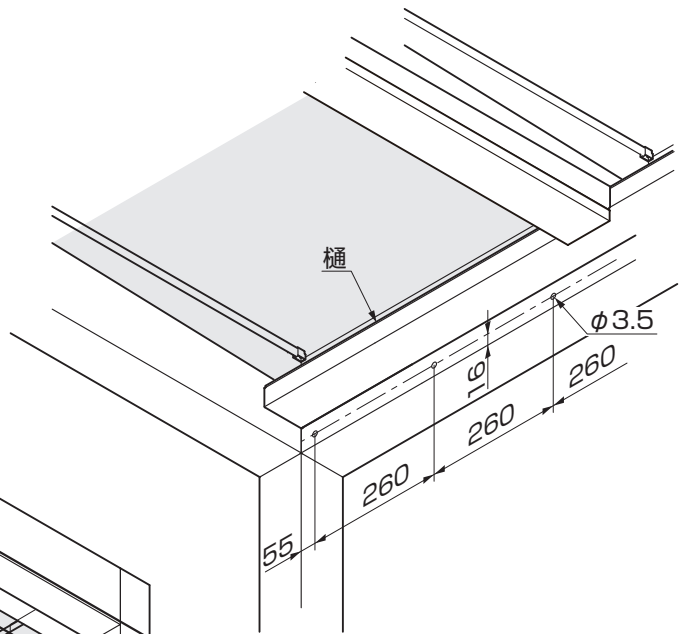
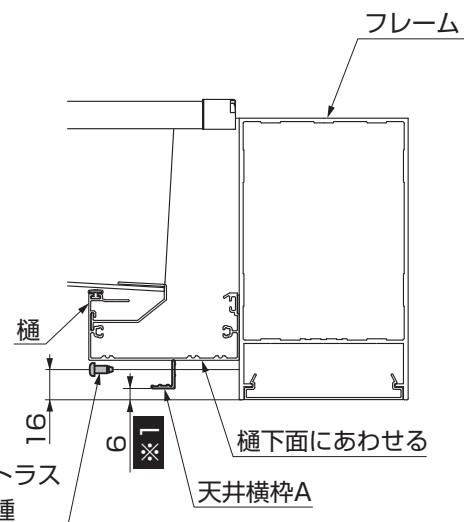

図4-16 A部詳細図
図4-17 A部詳細図
- ⑦フレームにφ3.5の穴をあけ、天井横棒Aを※1の寸法の位置に【1-2】で取付けてください。(図4-16、図4-17参照)